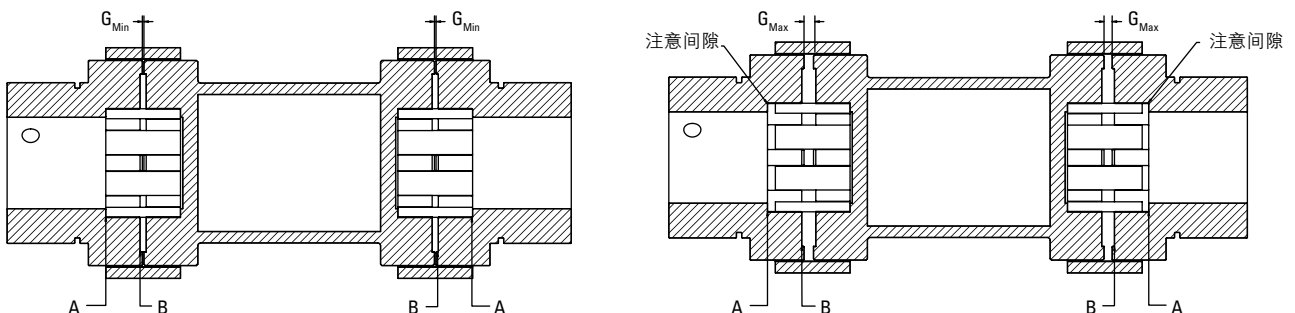

图 2. 正确的轴与轮毂啮合
4. 安装轮毂。安装之后，它们的轴末端应该与“A”表面平齐，如图 2 所示。
5. 安装中间轴和弹性体。将三个组件（中间轴和两个弹性体）全部紧密地套在一侧，并检查弹性体面与轮毂法兰面之间的间隙，如图 2 中的表面“A”所示。此间隙值不应超过 $[(2 \times G_{Max}) - (2 \times G_{Min})]$ ，请使用表 A 中的适当最小轮毂间隙 (G_{Min}) 和最大轮毂间隙 (G_{Max})。如果此间隙超过计算结果，请调整其中一个或全部两个轮毂，以使该值处在技术要求范围内，注意不要使轴末端超过表面“B”，如图 2 所示。